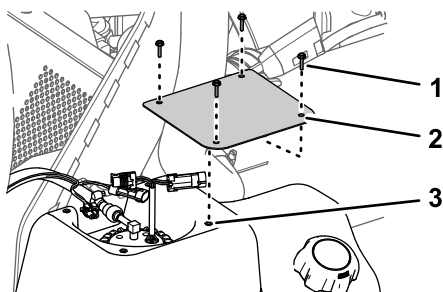

Figure 82
2. Sur le réservoir de carburant, retirez les 4 vis (n° 10 x 3/4") qui fixent le couvercle au sommet du réservoir et déposez le couvercle (Figure 82).